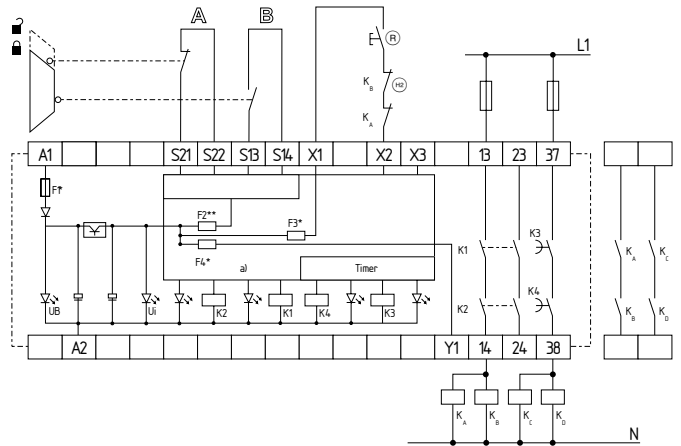

Fig. 8
Comando de dois canais, mostrado no exemplo de uma monitorização de porta de proteção com dois contactos A e B, destes no mínimo um de rutura positiva; com botão Reset externo (R) (ver Fig. 8)